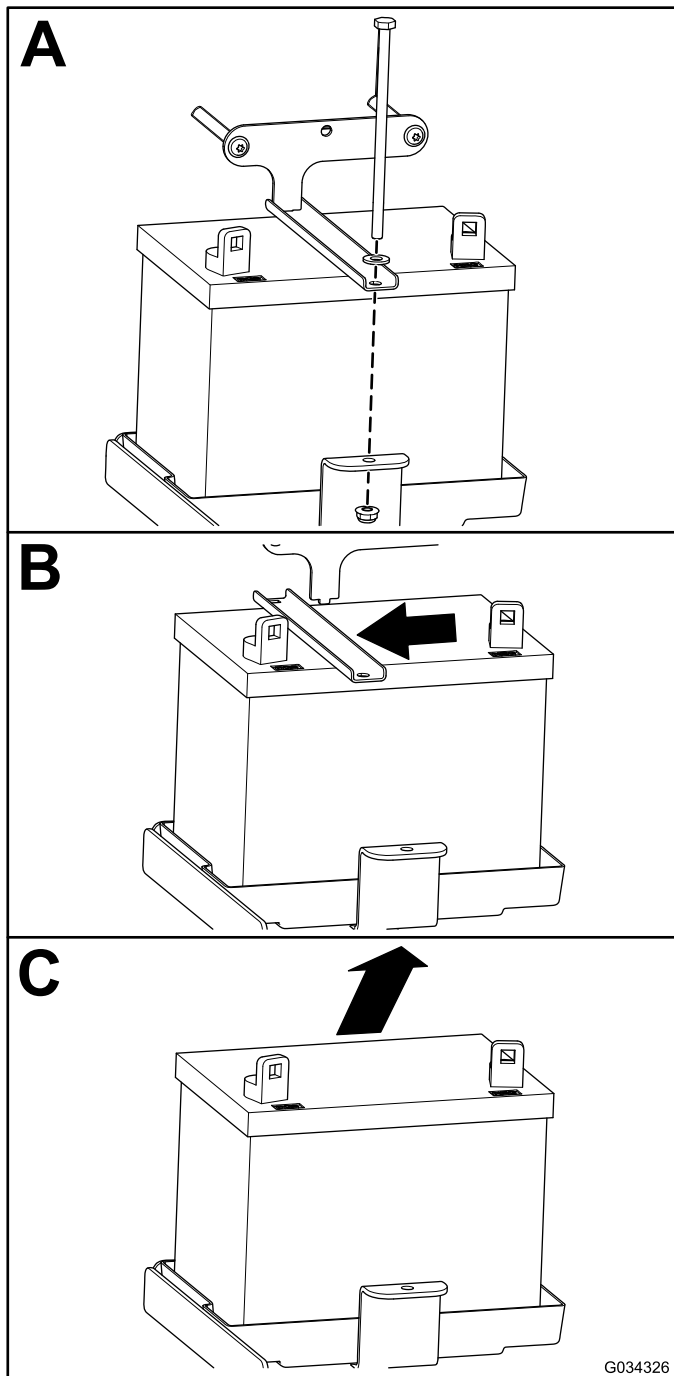

Figura 45
2. Retire a bateria como se mostra na Figura 45.